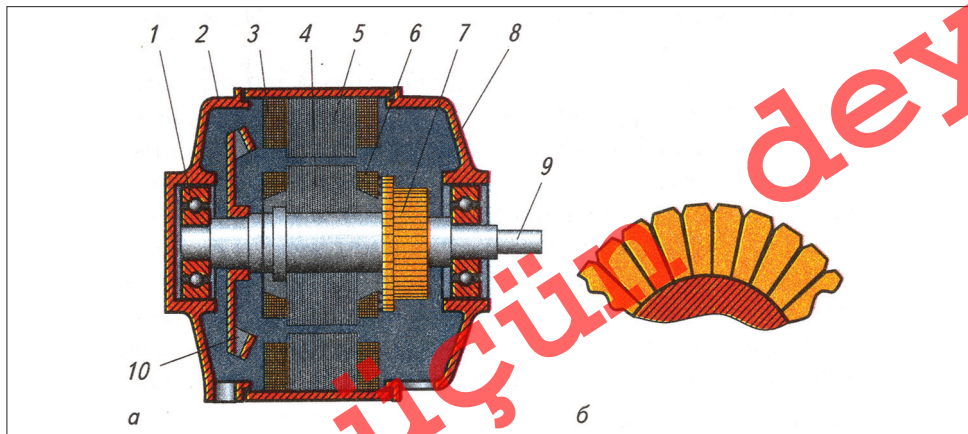

Рис. 4. Устройство коллекторного электродвигателя:
Рассмотрим устройство коллекторного двигателя (рис. 4).
Поскольку обмоток на якоре двигателя несколько, то и коллектор состоит не из двух полуколец, а из многих изолированных друг от друга и от вала двигателя частей (рис. 4, б). Коллектор жестко укреплен на валу (9) якоря. Движение якоря передается валу, а с него – непосредственно рабочим органам потребителя. Вал вращается в подшипниках (1), запрессованных в заднюю (2) и переднюю (8) крышки статора. Охлаждение электродвигателя обеспечивается вентилятором, крыльчатка (10) которого закреплена на валу.